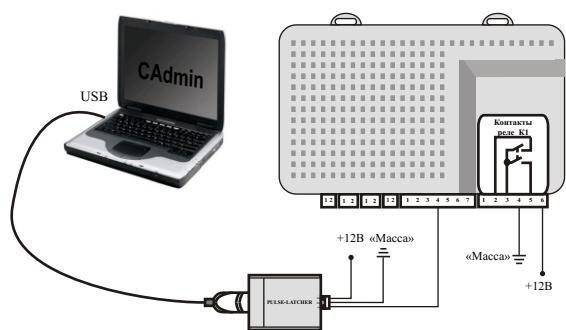

Рис. 8. «GN7C» подключен к компьютеру с помощью PULSE-LATCHER.
- b) подключите систему тревожной сигнализации к ПК с помощью прибора PULSE-LATCHER как показано на рис. 8;